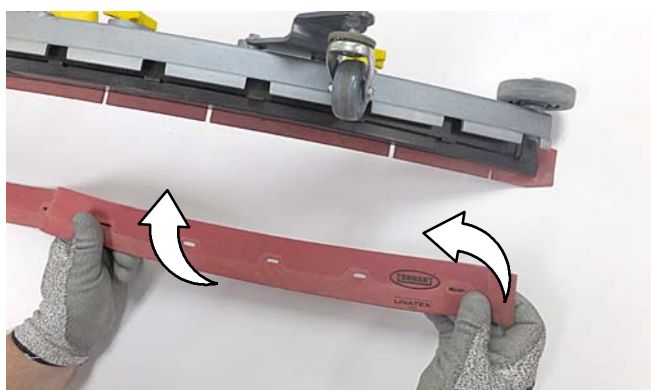

ABB. 133
4. Drehen Sie das hintere Gummi auf eine neue Wischkante und setzen Sie das Gummi wieder ein (Abbildung 133). Sie müssen die Schlitze im Gummi mit den Laschen der Halterung abgleichen.